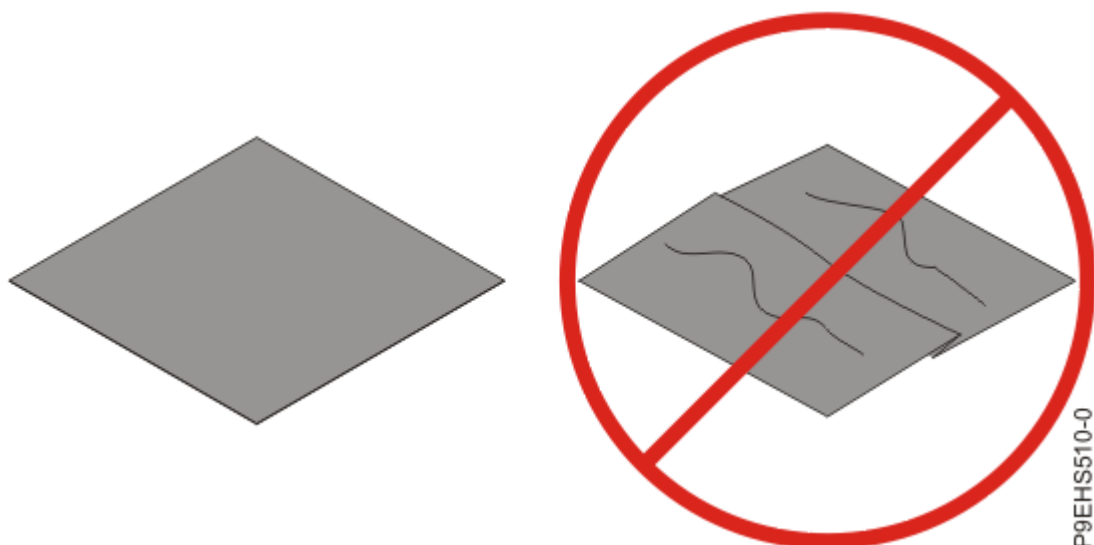

Abbildung 20. Material der Thermoschicht überprüfen
- 4. Überprüfen Sie das Material der Thermoschicht (Thermal Interface Material, TIM) auf sichtbare Beschädigungen, siehe Abbildung 20 auf Seite 23.